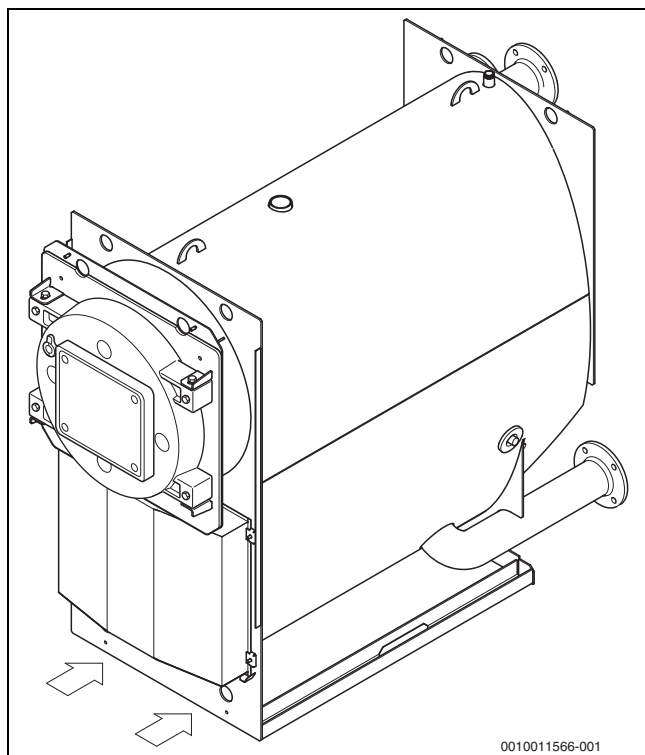

Fig. 5 Transportar a caldeira com o empilhador
- Colocar as forquilhas do empilhador por baixo do painel dianteiro e do painel traseiro da caldeira (→ fig. 5, página 13). Com o empilhador elevar lentamente a caldeira.